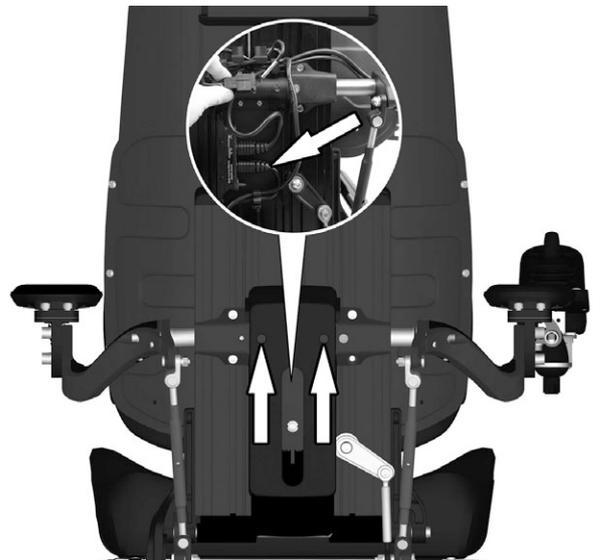

Abbildung 72. Der Kontaktblock sitzt unter der Abdeckung, die mit zwei Schrauben befestigt ist.
7. Abdeckung auf der Rückseite der Rückenlehne abmontieren. Sie ist mit zwei Schrauben befestigt. R-Net-Kabel entfernen, das das ICS Master Modul am Kontaktblock an der Rückenlehne anschließt. Siehe Abbildung. 72. Kabel von den Leitungshaltern am Sitzrahmen demontieren. Für spätere Montage beachten, wie das Kabel montiert ist.